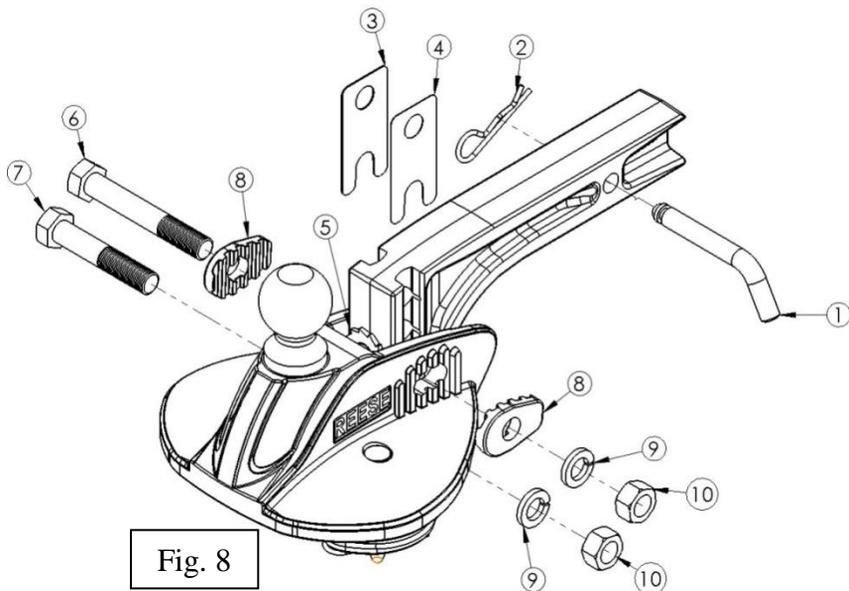

Fig. 8
15. Insérer le boulon 3/4 po court à travers le trou inférieur de la monture de boule et le trou de la barre d'attelage qui placera le dessus de la boule à 1/2 à 1 po au-dessus du dessus du coupleur (voir Figs 8 et 8A).